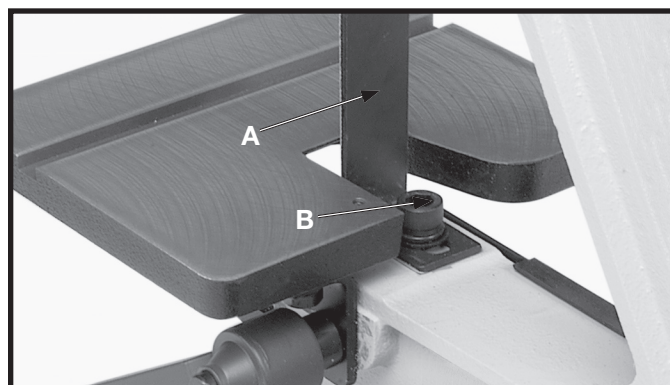

Fig. 24
El plato (A) Fig. 24 está fabricado de acero pesado para apoyar el material debidamente durante el lijado. El plato debe ajustarse de manera que casi roce el dorso de la correa de lijado. Para ajustar el plato, afloje el tornillo (B), ajuste el plato a la posición deseada, y apriete el tornillo (B).
Para quitar el plato para funciones tales como el pulido con correas abrasantes, el lijado de curvas, la pulimentación, u otras funciones de especialidad, quite el tornillo (B) Fig. 24 y quite el plato (A).